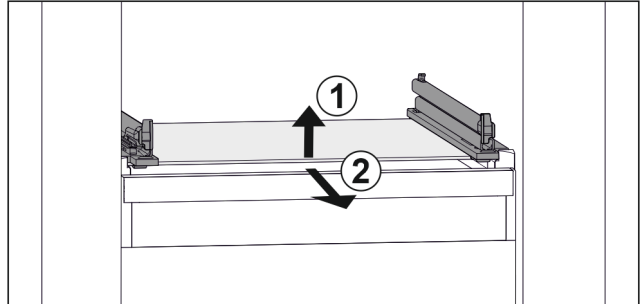

Fig. 76 Примерное отображение стеклопленочной пластины
- ▶ Приподнимите стеклопленочную пластину спереди. Fig. 76 (1)
- ▶ Извлеките стеклопленочную пластину движением вперед. Fig. 76 (2)